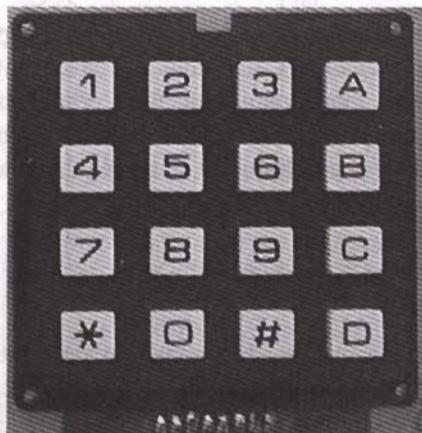

Figura 19-1 Teclado matricial
• Las columnas del teclado se crean con el pin 13 de la placa de desarrollo. El pin 12 es utilizada para leer los pulsos que se generan en las filas. Los pulsos se generan en las filas de acuerdo a la configuración de los resistores de fila. El valor de los resistores de fila es de 10 kΩ. Si se aplica una tensión de 5 V a la fila, el pulso se genera en la fila cuando se presiona una tecla. Si se aplica una tensión de 0 V a la fila, el pulso se genera cuando se suelta la tecla. La figura 19-1 muestra el teclado matricial.
En este capítulo estudiaremos los teclados matriciales, que sin duda son los más utilizados en la realización de proyectos con microcontroladores (figura 19-1), y se desarrollarán interesantes aplicaciones con ellos.